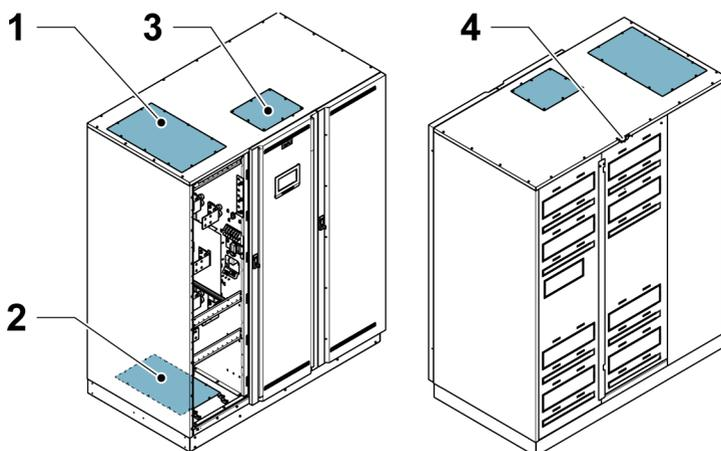

Figura 15. Posizioni della piastra passacavi
3. Per installare il cablaggio di controllo, utilizzare il condotto passacavi di comunicazione o far passare i fili attraverso la piastra passacavi di accesso dei cavi di comunicazione. Vedere la figura 15.